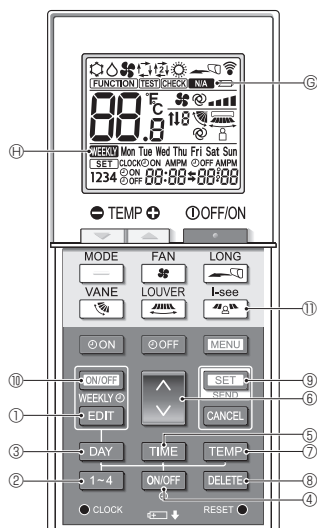

Fig. 4-3
**<Переход в режим изменения>** (Fig. 4-3, Fig. 4-4)
- Будет мигать надпись **SET** ②.
Нажмите кнопку **1-4** ②. (Fig. 4-3, Fig. 4-4)
- При каждом нажатии кнопки **1-4** ② номера типов настройки ③ переключаются в следующем порядке: 1 → 2 → 3 → 4.
Нажмите кнопку **DAY** ③. (Fig. 4-3, Fig. 4-4)
- При каждом нажатии кнопки **DAY** ③ дни недели ④ переключаются в следующем порядке: Mon (Пнд) → Tue (Втр) → Wed (Срд) → Thu (Чтв) → Fri (Птн) → Sat (Сбт) → Sun (Вск) → All days (Все дни).
1. Нажмите кнопку **ON/OFF** ④. (Fig. 4-3, Fig. 4-5 ⑤)
- На дисплее появятся **ON** (⑤OFF).
- При каждом нажатии кнопки **ON/OFF** ④ происходит переключение между значениями **ON** и **OFF**.
2. Нажмите кнопку **TIME** ⑤. (Fig. 4-3, Fig. 4-6)
- Нажмите кнопку **↑/↓** ⑥, чтобы задать время работы.
3. Нажмите кнопку **TEMP** ⑦. (Fig. 4-3, Fig. 4-7, Fig. 4-8)
- Нажмите кнопку **↑/↓** ⑧, чтобы задать температуру.
- В режиме **AUTO** (АВТОМАТИЧЕСКИЙ) (двойная установка), нажмите кнопку **TEMP** ⑦ для переключения между верхним предельным значением ⑨ и нижним предельным значением ⑩.
**<Удаление настроек>** (Fig. 4-3)
**<Передача настроек>** (Fig. 4-3)
<Активация недельного таймера> (Fig. 4-3)
4.7. Датчик i-See (Fig. 4-3)